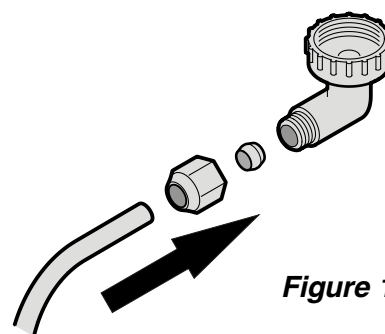

Figure 14
3. Raccorder le conduit d'eau à l'adaptateur de diamètre extérieur (**Figure 14**).